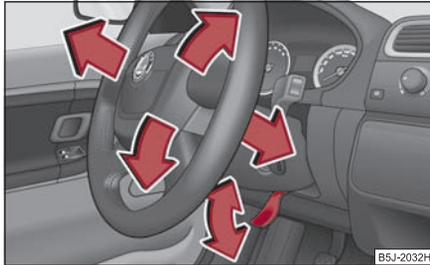

Abb. 118 Verstellbares Lenkrad: Hebel unter der Lenksäule
- Schwenken Sie den Hebel unter der Lenksäule ⇒ Abb. 118 nach unten ⇒ ⚠.